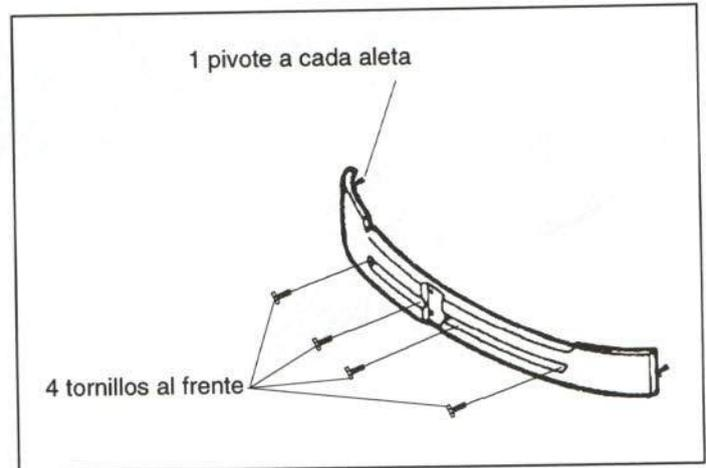

Figura 14.- Fijación de la rejilla frontal
La rejilla frontal va fijada mediante tornillos (figura 14).
- Rejilla frontal (figura 14).